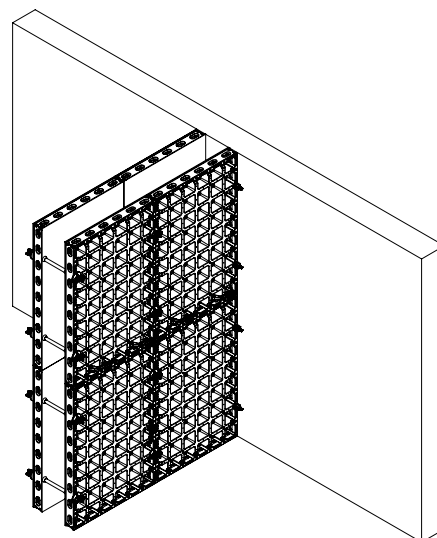

Fig. B6.05a
Utilizzare il dado a tre rinforzi (53) in modo che il dado e la parete non si intersechino. (Fig. B6.05a)